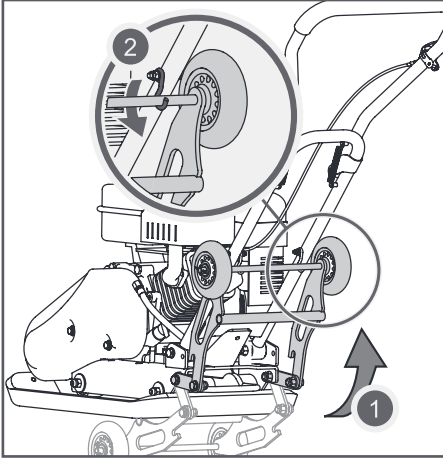

Рис. 7 Установка транспортировочной тележки в нерабочее положение
- Установите транспортировочную тележку в нерабочее положение. Поднимите её вверх (шаг 1 на Рис. 7) и зацепите за крючки (шаг 2 на Рис. 7).